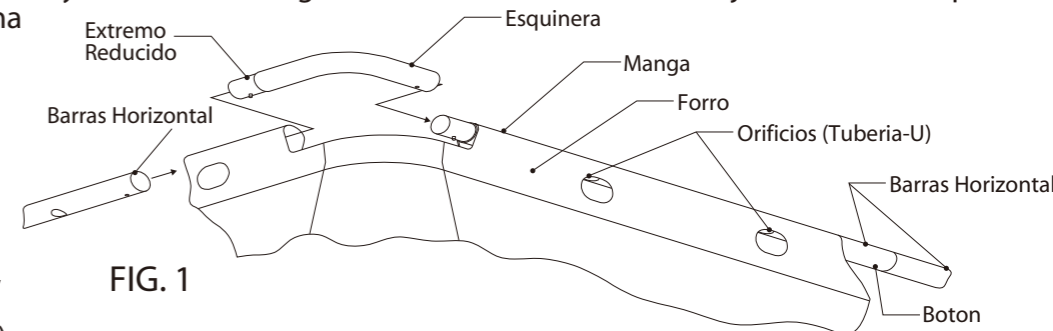

FIG. 1
B. Localice las cuatro piezas de metal (Piezas Esquinas) de la tubería Fig. 1., luego coloque una en cada esquina de la alberca. Ahora localice las (Barras Horizontales), inserte cada extremo reducido solamente para unir las barras longitudinalmente, **Nota:** ningún Pasadores de primavera es usado en los extremo de las Barras Horizontales para anexarlas en las piezas esquinas o en las piezas esquinas en si, por favor vea en la pagina 5 el diagrama de ensamblado para una ubicación adecuada de los Pasadores de primavera. Coloque la mitad de las cortas en cualquier (extremo de la alberca) y la mitad de las largas a lo largo (del lateral de la alberca), éstas junto con las (Piezas Esquinas) forman el marco de soporte de la alberca. Comience deslizando las (Barras Horizontales) dentro de la manga
(asegurándose de que trabaja en dirección a las manecillas del reloj alrededor de la albarca con todas las partes reducidas apuntando en sentido de las manecillas) vea Fig. 1 y consulte "Revisión de todas las partes de Ensamble del Marco" mostrado en la página 5.
Conecte las (Barras Horizontales) juntas presionando el boton mientras inserta una barra dentro del extremo de otra barra. Mire a través del orificio de seguridad en la barra mientras las une, ligeramente gire las barras hasta que el boton se alinee con el orificio y bote hacia arriba, asegurando el extremo de esa barra dentro del extremo de la otra barra. Repita este procedimiento para las Barras horizontales restantes, asegurándose de que los orificios en las barras se alineen con las aberturas en la manga de la alberca Fig. 1 estos orificios se usan para los soportes de la Tuberia-U (extremos y laterales). Enseguida instale las piezas esquineras (de nuevo trabajando en sentido de las manecillas con los extremos reducidos apuntando en sentido de las manecillas), deslicelas juntas y repita este procedimiento para todas las esquinas, en la ultima esquina puede ser necesario levantar la conexion final en angulo para permitir que las tuberías entren en cada una lentamente bajando los extremos de nuevo a planos, despues deslizando juntos hasta que entren completamente, ahora revise de nuevo todas las conexiones de la (Barras Horizontales) y las (Piezas Esquineras) en este momento.